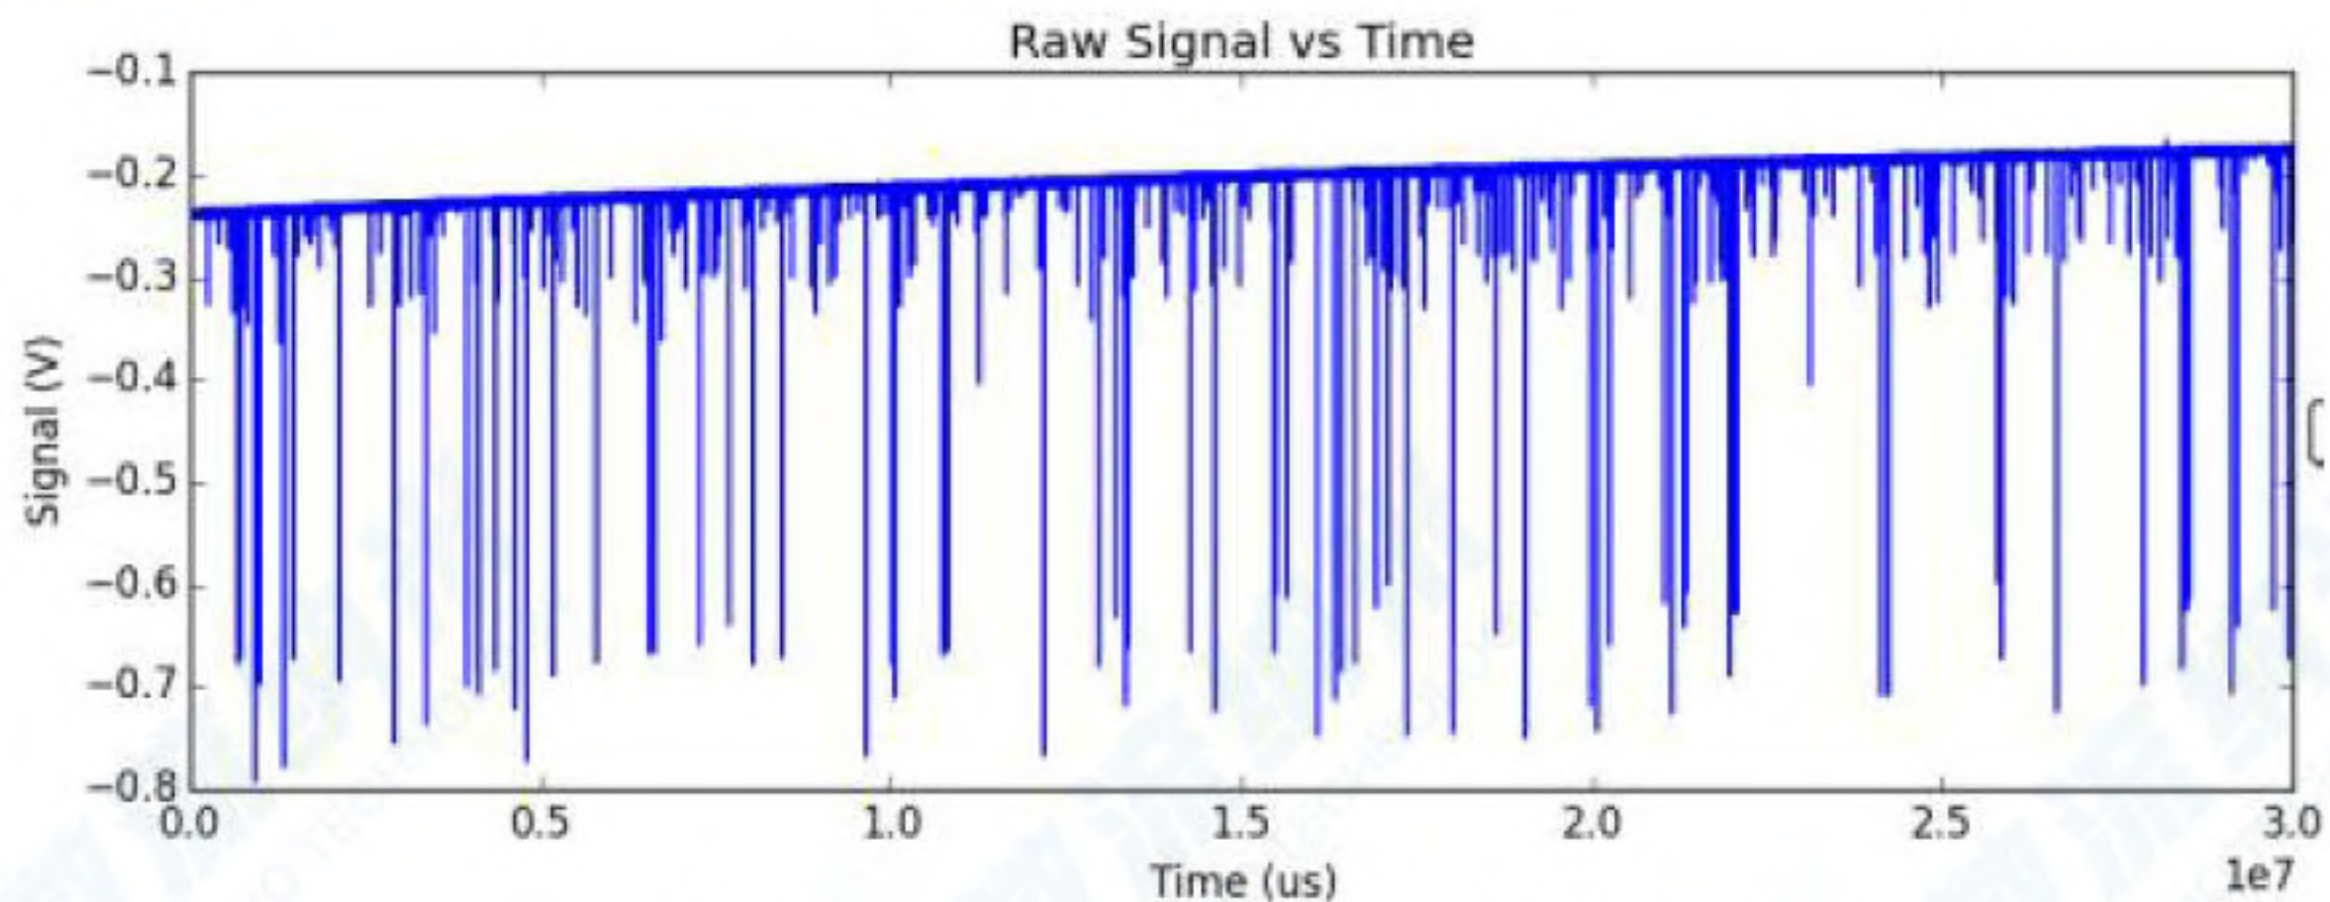

图7：典型原始数据示例——平滑基线与向下的颗粒检测事件
- 原始数据应呈现如图7所示的模式，即具有平滑基线，颗粒检测事件表现为从基线向下的尖峰。